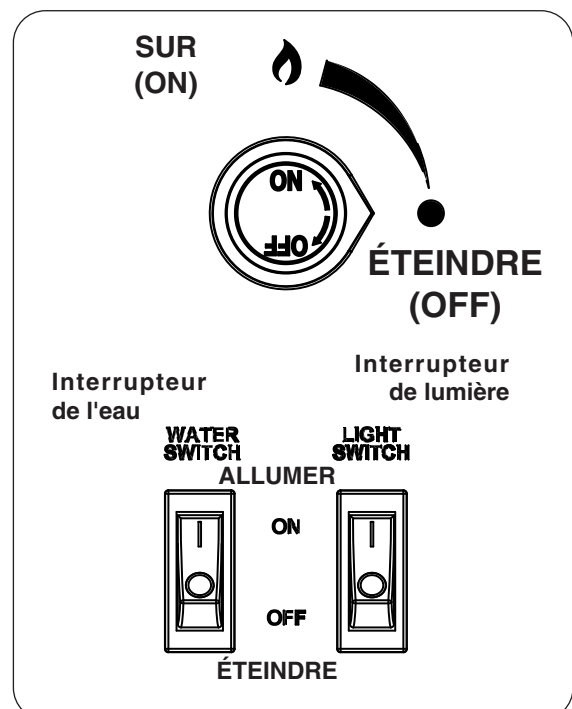

Fig. 40-3 Détail de la boîte de contrôle
Cette touche (et toute la télécommande) ne fonctionne que lorsque le commutateur d'éclairage situé sur le boîtier de commande de l'appareil est en position ON (I). Voir Fig. 40-3.
1. Basculez l'interrupteur de lumière (côté droit de unité) à la position ON (I). Voir Fig. 40-3.